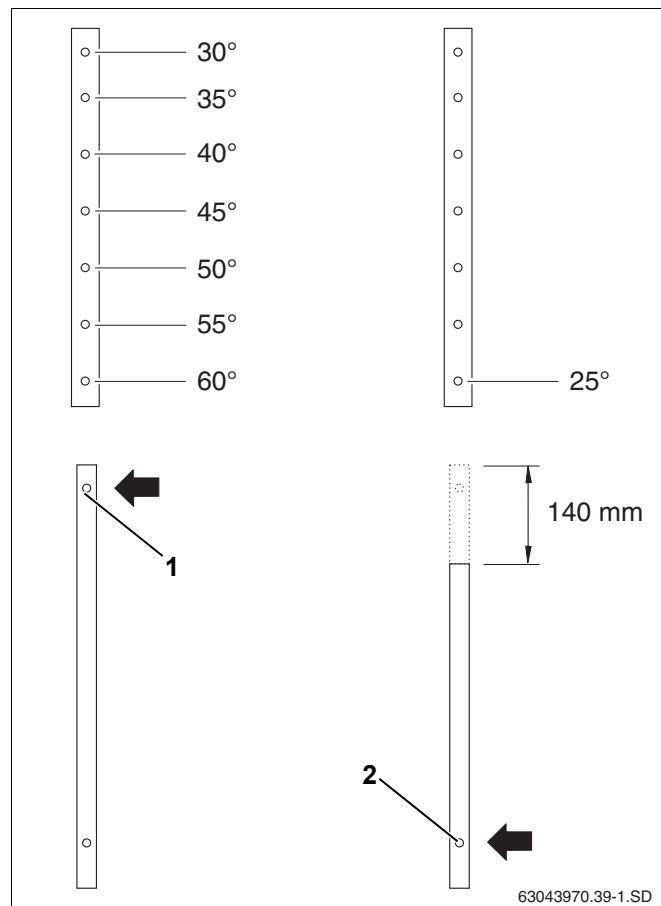
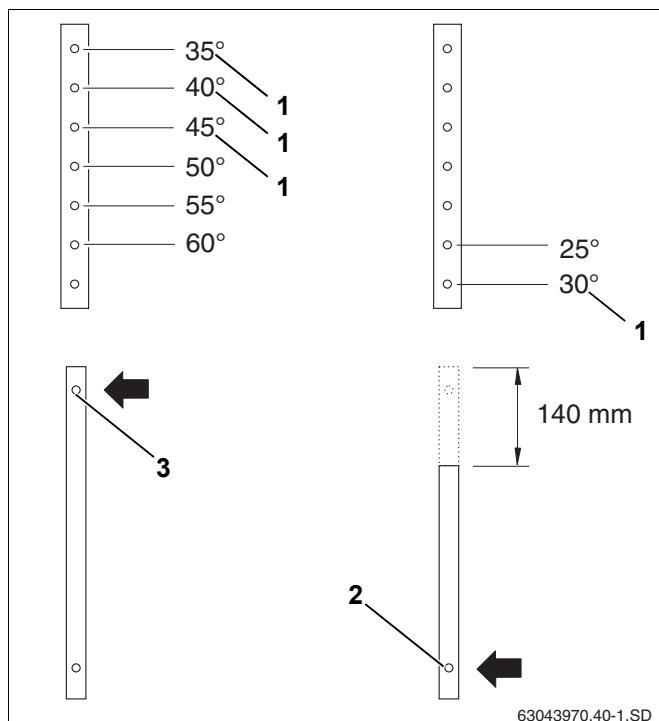

Рис. 12 Выбор угла наклона для вертикальных коллекторов
Рис. 13 Выбор угла наклона для горизонтальных коллекторов
- Выбрать отверстия на верхней и нижней телескопических направляющих согласно рис. 12 и рис. 13.
При вертикальном монтаже для угла наклона коллектора от 30° до 60° используйте верхнее отверстие нижней телескопической стойки (рис. 12, **поз. 1**).
Для угла наклона 25° нужно укоротить нижнюю стойку сверху на 140 мм и использовать нижнее отверстие (рис. 12, **поз. 2**).
При горизонтальном монтаже для угла наклона коллектора от 35° до 60° используйте верхнее отверстие нижней телескопической стойки (рис. 13, **поз. 3**).
Для угла наклона 25° и 30° нужно укоротить нижнюю стойку сверху на 140 мм и использовать нижнее отверстие (рис. 13, **поз. 2**).
- Для монтажа на фасаде нужно использовать только положение с углом наклона коллектора 30°, 35°, 40° и 45° (рис. 13, **поз. 1**).